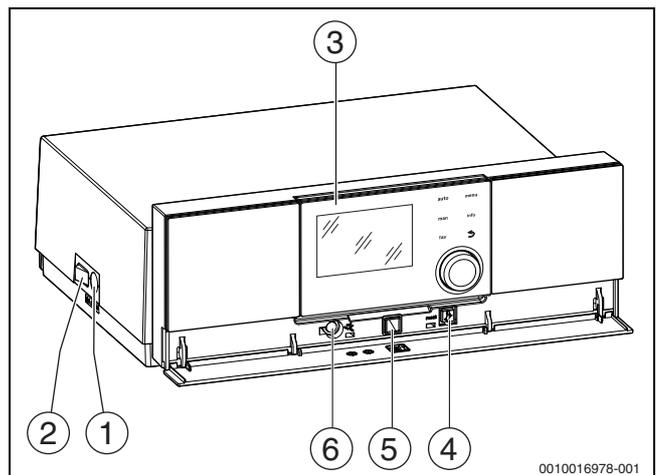
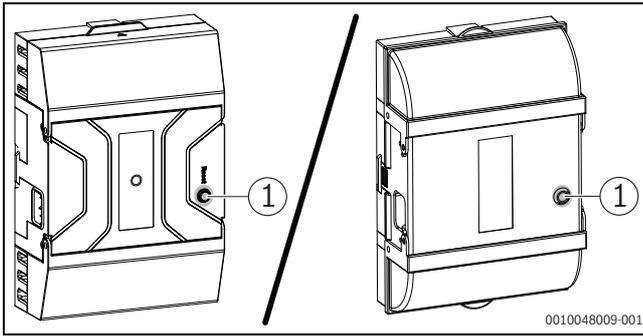

Bild 22 Regelgerät mit Bedieneinheit
Bild 23 Taste reset am Feuerungsautomat
- ▶ Zum Entriegeln Taste reset am Regelgerät (→ Bild 22) oder am Feuerungsautomat (→ Bild 23) drücken.
- ▶ Heizungsanlage am Hauptschalter (→ Bild 22) einschalten. Das Display leuchtet und zeigt nach kurzer Zeit die Kesseltemperatur an.